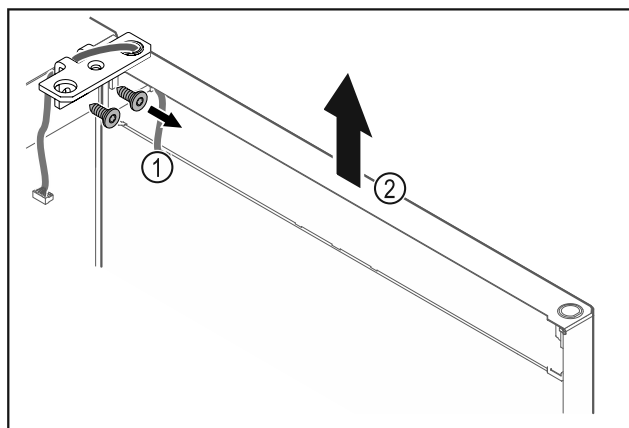

Fig. 24
- Atsukite šarnyrinį kamputį Fig. 24 (1).
- Duris, įsk. šarnyrinį kamputį Fig. 24 (2), pakelkite maždaug 200 mm tiesiai į viršų ir nuimkite.